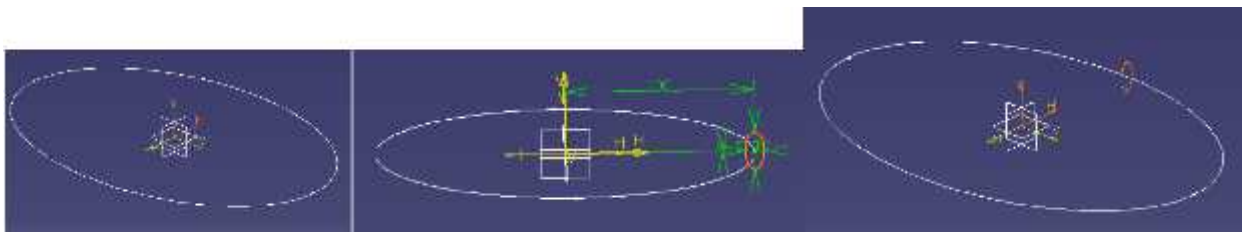

Fig.3
3. Se obține construcția din Fig.3